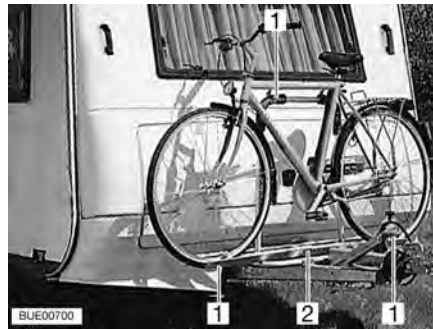

Fig. 10 Portabicicletas en la parte delantera
- Colocar las bicicletas sobre el portabicicletas (Fig. 10,2) y atarlas con las correas de cierre rápido (Fig. 10,1).